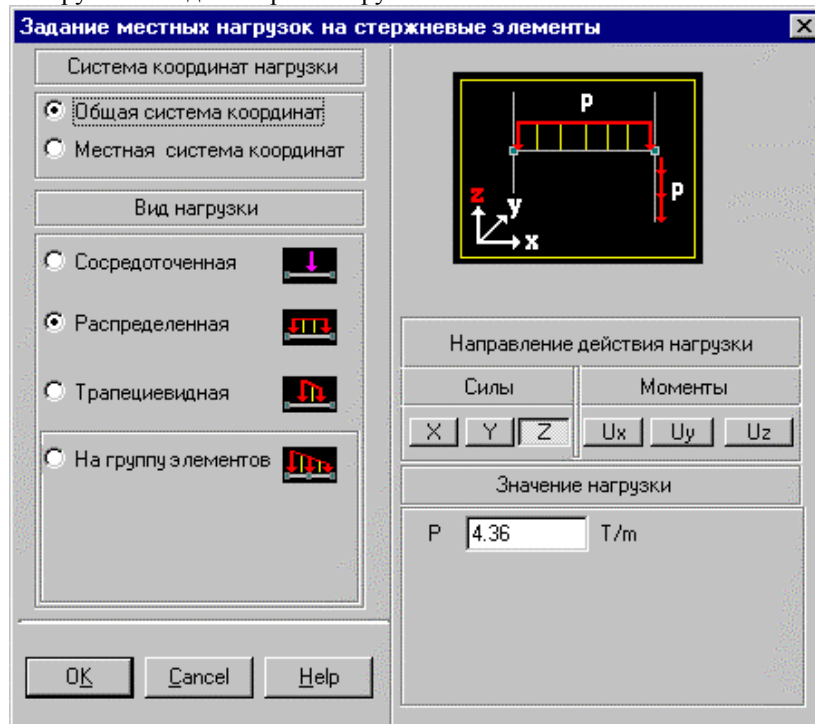

Рисунок 11 – Задание местных нагрузок на стержневые элементы
- нажать кнопку «Ввод нагрузок на стержневые элементы» и задать в открывшемся диалоговом окне (рисунок 11) вид, направление и значение первой нагрузки;